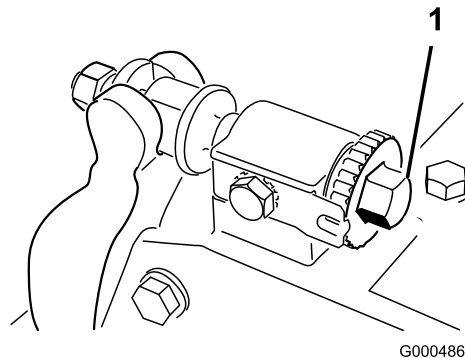

图12
2. 逆时针旋转底刀架调节螺丝确保底刀架不与滚刀接触 图12。